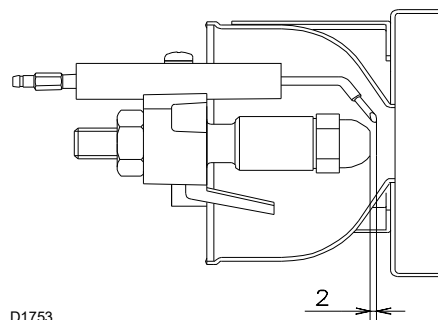

Abb. 12
- Kontrollieren Sie, ob die Elektroden wie in Abb. 12 ausgerichtet sind.